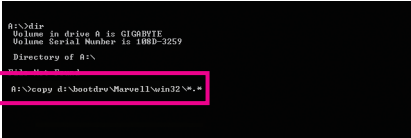

图3
- 若欲复制Marvell 9128控制器的驱动程序，请输入(图3)：(注三)